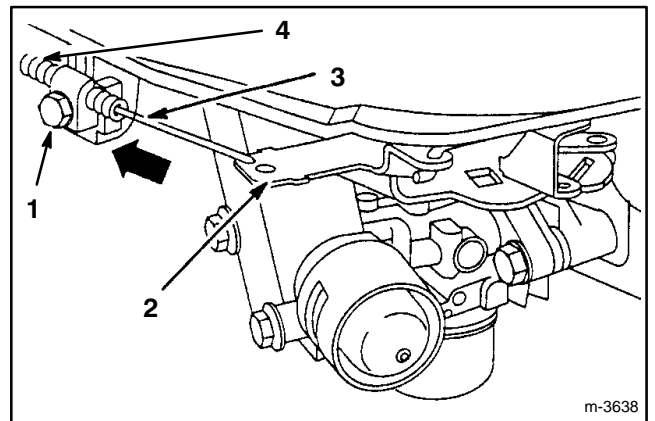

Abbildung 23
2. Die Kabelklemmschraube lösen, bis der Gaszug rutscht (Abb. 23).
3. Reglerhebel, Gaszug und Gehäuse so weit wie möglich in Pfeilrichtung bewegen (Abb. 23).